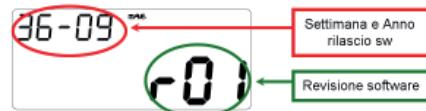
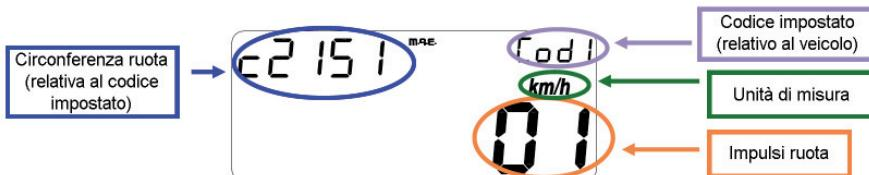

Fig. 17
Fig. 19
- I^ª página (cada vez que se conecta con la batería del vehículo): Versión y fecha de lanzamiento del software (durante aprox. 3 segundos) (fig. 17).
- III^ª página (sólo en cada encendido del instrumento): Visualización de los parámetros programados (fig. 19).
- Visualización de las pantallas como se indica en las fig. 17 y fig. 19 durante aprox. 3 seg.